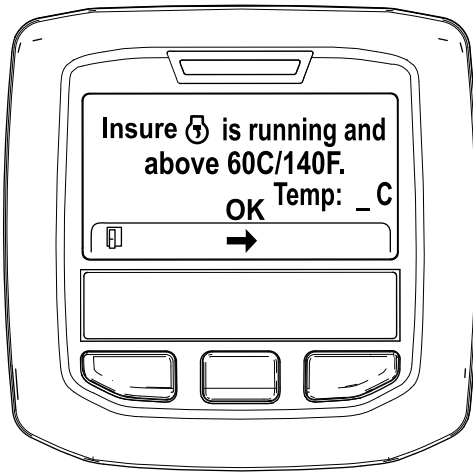

Figura 45
5. Se a temperatura do líquido de refrigeração for inferior a 60°C, surge a mensagem "Insure  is running and above 60°C/140°F" (Confirme que está a trabalhar e acima de 60°C/140°F) (Figura 45).